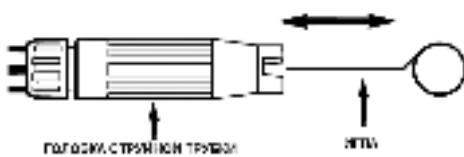

Рис. 14 Чистка форсунки струйной трубы
4. С помощью иглы для чистки форсунки струйной трубы (поставляется в комплекте) прочистите форсунку струйной трубы (Рис. 14).